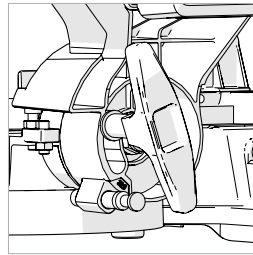

Fig. 46
- Lösen Sie den Verriegelungsgriff der Schräge. (Abb. 46)